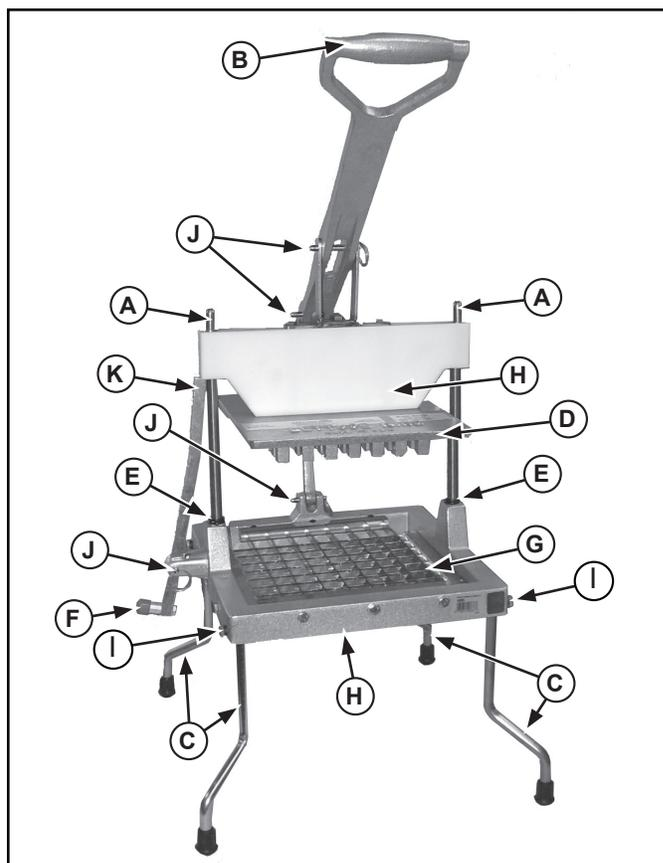

Figure 2. Caractéristiques et commandes du Lettuce King IV.
3. Insérez les pieds (C) dans les trous du socle (H) de manière à ce que la partie inclinée du pied soit tournée vers l'extérieur. Voir la figure 2.
4. Fixez les pieds (C) au socle (D) à l'aide des vis (A) et des rondelles en caoutchouc (B). Voir la figure 2.
**Lettuce King IV:** Tenez la poignée (B), enlevez la main de la zone du jeu de lames et placez cette main sur le levier du verrou (F). Poussez le levier du verrou (F) à l'intérieur pour libérer le bras du verrou de (D). Voir la figure 2.
4. Enlevez les vis qui fixent le jeu de lames (I). Enlevez et jetez avec précaution le jeu de lames. Voir la figure 2.
5. Examinez la tête de poussée (D). S'ils sont ébréchés ou ébavurés, lissez les bords avec une petite lime plate.
6. Assurez-vous que les protections de lame (BB) sont installées sur le jeu de lames (DD et CC). Pour le Lettuce King IV, voir la vue éclatée.
7. Placez le jeu de lames inférieur (CC) dans le cadre (H) de sorte à le loger correctement, le côté tranchant vers le haut.
8. Installez les vis par la gauche du jeu de lames (G). Serrez jusqu'à ce qu'elles touchent le cadre (H). Tournez la vis jusqu'à ce qu'elle soit serrée, sans dépasser 1/2 tour ou 40 po-lb.
9. Placez la rondelle en caoutchouc entre le cadre droit (H) et le jeu de lames (CC). Insérez les vis dans le cadre et la rondelle en caoutchouc dans le jeu de lames. Tournez la vis jusqu'à ce qu'elle soit serrée, sans dépasser 1/2 tour ou 40 po-lb.
10. Placez le jeu de lames supérieur (DD) dans le cadre (H) de sorte à le loger correctement, le côté tranchant vers le haut.
11. Installez les vis par l'avant du jeu de lames (DD). Serrez jusqu'à ce qu'elles touchent le cadre (H). Tournez la vis jusqu'à ce qu'elle soit serrée, sans dépasser 1/2 tour ou 40 po-lb.
12. Placez la rondelle en caoutchouc entre le cadre arrière (H) et le jeu de lames (DD). Insérez les vis dans le cadre et la rondelle en caoutchouc dans le jeu de lames. Tournez la vis jusqu'à ce qu'elle soit serrée, sans dépasser 1/2 tour ou 40 po-lb.